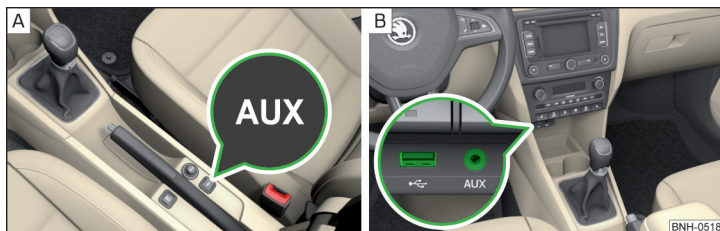

Fig. 98 Intrare AUX/intrare MDI (AUX și USB)
- > Între scaunele din față, în consola centrală » fig. 98 - A.
- > Deasupra compartimentului de depozitare, în consola centrală față » fig. 98 - B.
La autovehiculele cu intrare USB, acesta se găsește în consola centrală față, deasupra compartimentului de depozitare » fig. 98 - B.